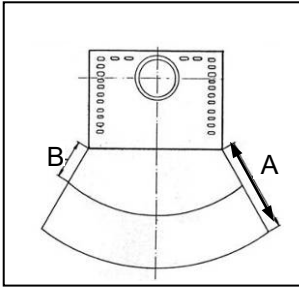

Bild 2
Im Sichtbereich (Strahlungsbereich) des Feuers muss zu brennbaren Bauteilen, Möbel oder auch z.B. zu Dekostoffen ein Abstand nach vorne von mindestens **120 cm** (A), gemessen ab Vorderkante Feuerraumöffnung eingehalten werden. Der Sicherheitsabstand reduziert sich auf **60 cm** (B), wenn ein belüfteter Strahlungsschutz vor das zu schützende Bauteil montiert wird (Bild 2)